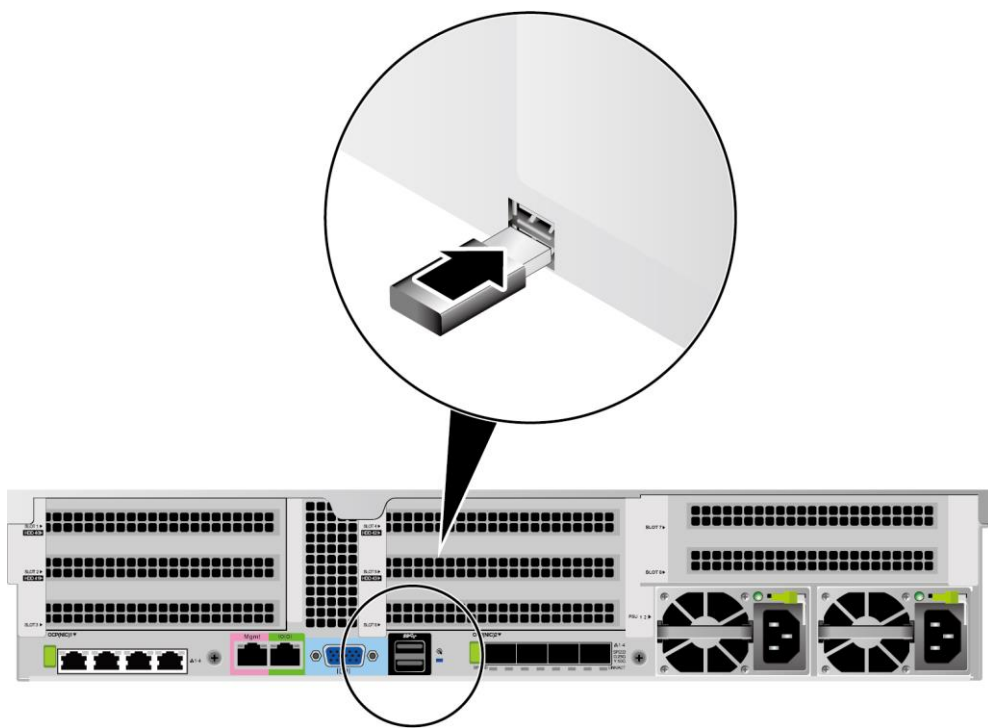

图 4-19 连接 USB 接口
2. 将 USB 设备的接口插入服务器的 USB 接口中，如图 4-19 所示。